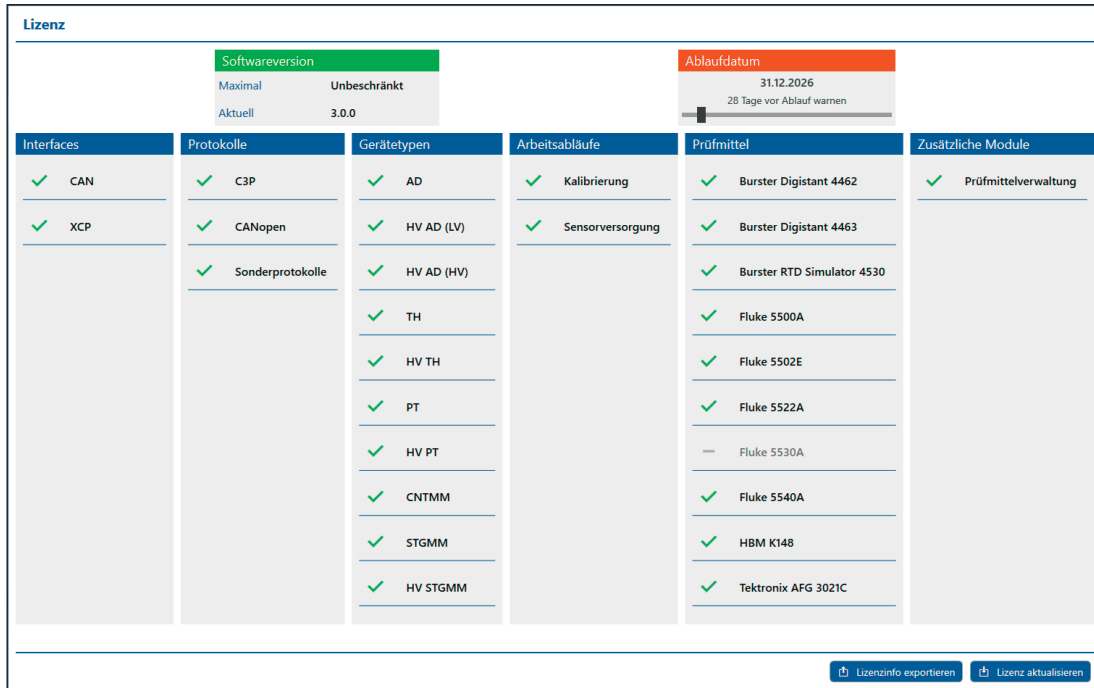

Abb. 3-38: Menü **Lizenz**
Mit dem Schieberegler in der Info-Box **Ablaufdatum** (Abb. 3-38, ①) kann die Zeitspanne in Tagen bis zum Ablauf der Gültigkeit der Software-Lizenz eingestellt werden. Mit Beginn der definierten Zeitspanne erscheint nach dem Programmstart eine Warnmeldung mit dem Ablaufdatum der Lizenz.